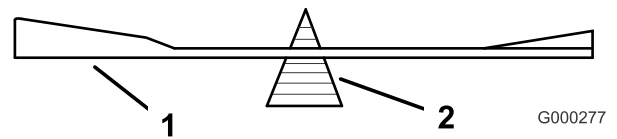

Bild 85
2. Überprüfen Sie die Auswuchtung des Schnittmessers auf einer Ausgleichsmaschine (Bild 85). Wenn das Schnittmesser in seiner horizontalen Position bleibt, ist es ausgewuchtet und kann wiederverwendet werden. Feilen Sie, wenn das Schnittmesser nicht ausgewuchtet ist, vom Flügelbereich des Messers etwas Metall ab